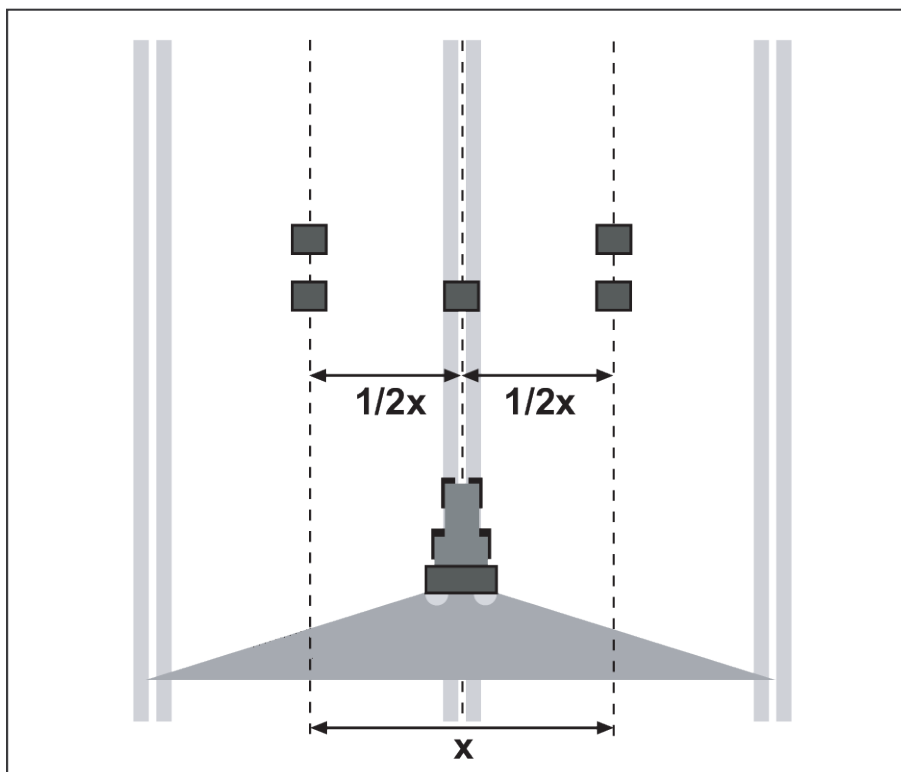

Fig. 32: Oppstilling for én passering
- ▶ Still opp 2 fangskåler med en avstand på **1 m** bak hverandre i overlappingsområdene (mellom kjørebanelene) og en fangskål i kjørebanelen (tilsvarende Fig. 32).